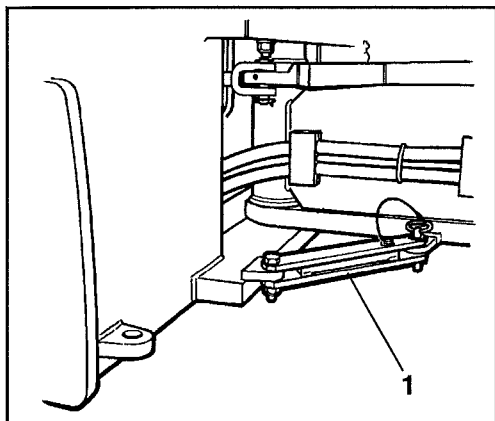

Fig. 32 Vänster sida av styrled
1. Lås styrleden enligt fig 32.